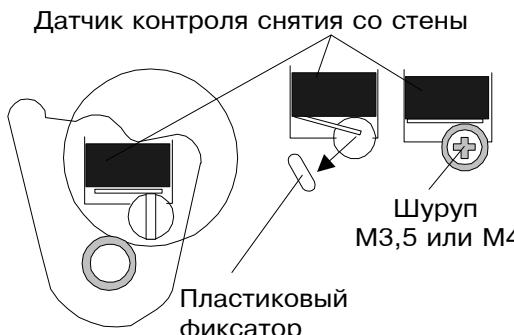

Рис.2
- a). При необходимости использования датчика снятия со стены удалите пластиковый фиксатор, удерживающий контакт этого датчика (рис.2).